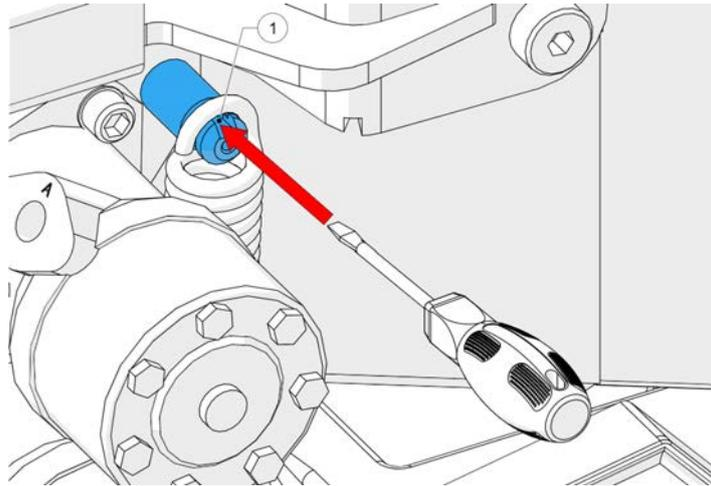

Figure 46 - Spring post
10. Insérez un outil approprié dans la fente située sur la tige du ressort et retirez lentement le ressort (1, Figure 46).